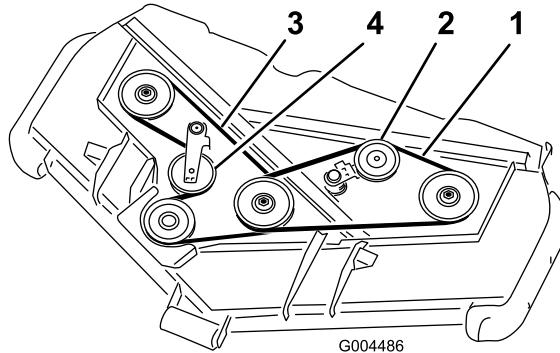

Figure 78
3. À l'aide d'une barre de levier ou d'un outil similaire, éloignez la poulie de tension de courroie supérieure (Figure 78) de la courroie pour détendre cette dernière et pouvoir la déchausser des poulies.
4. À l'aide d'une barre de levier ou d'un outil similaire, éloignez la poulie de tension de courroie inférieure (Figure 78) de la courroie pour détendre cette dernière et pouvoir la déchausser des poulies.
5. Acheminez une courroie neuve autour de la poulie du réducteur, des poulies d'axe inférieures et de l'ensemble poulie de tension, comme montré à la Figure 78.
6. Acheminez une courroie neuve autour des poulies d'axe supérieures et de l'ensemble poulie de tension, comme indiqué à la Figure 78.